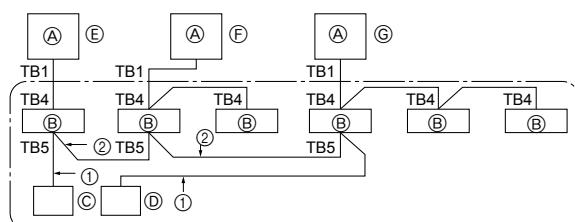

Fig. 9-1
① Schalten Sie die Anlage ein (Leistungsschalter).
② Stellen Sie nach dem Schließen des Gassperrventils den SWP-Schalter auf der Schalttafel der Außenanlage auf ON/EIN ein. Der Kompressor (Außenanlage) und die Ventilatoren (Innen- und Außenanlagen) beginnen zu arbeiten und der Kältemittelsammelvorgang setzt ein. LED1 und LED2 auf der Schalttafel der Außenanlage leuchten.
③ Da die Anlage sich automatisch etwa zwei bis drei Minuten nach dem Sammeln des Kältemittels ausschaltet (LED1 und LED2 leuchten), stellen Sie sicher, dass das Gas sperrventil unverzüglich geschlossen wird. Wenn LED1 und LED2 leuchten und die Außenanlage ausgeschaltet ist, öffnen Sie das Flüssigkeitssperrventil vollständig, und wiederholen Sie dann nach Ablauf von drei Minuten Schritt ②.
④ Unterbrechen Sie die Stromversorgung (Leistungsschalter).
9. Kontrolle des Systems (Fig. 9-1)
⑤ SW 1 - 3 ~ 6	ON